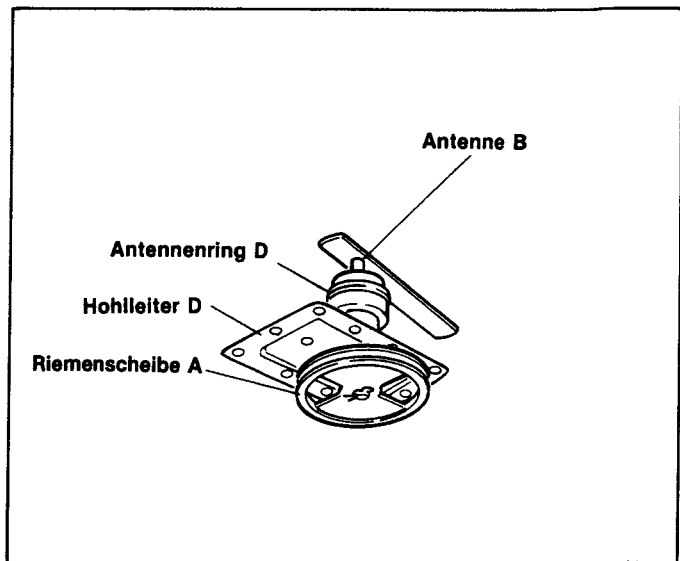

Abb. 20
(E) Antenne B sowie Hohlleiter D, Scheibe A, Antennenring D usw. abnehmen. **Abb. 20**.